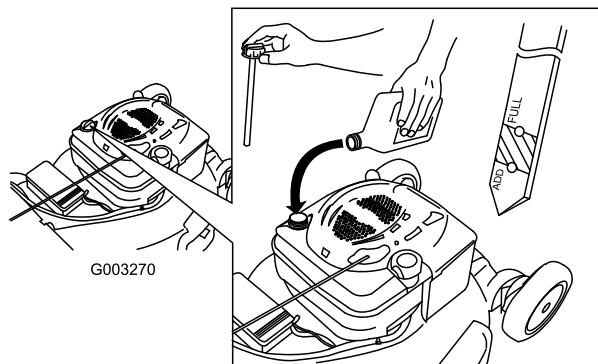

Figure 8
- Retirez la jauge (Figure 8).
- Versez de l'huile **lentement** dans le goulot de remplissage pour faire monter le niveau de liquide jusqu'au repère du plein (Full) sur la jauge (Figure 8). **Ne remplissez pas excessivement.** (Remplissage max. : 0,59 l (20 onces), type : huile détergente SAE 30W de classe de service API SF, SG, SH, SJ, SL ou supérieure.